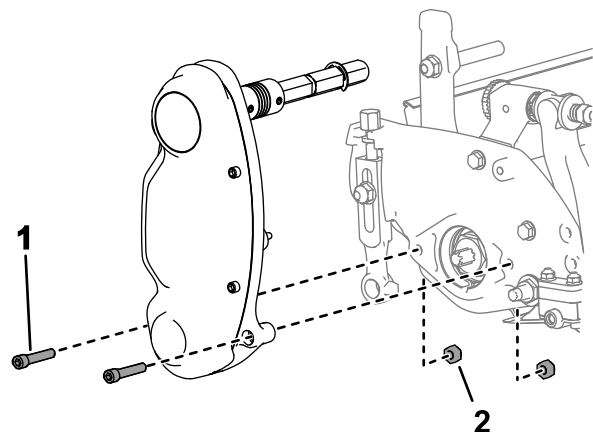

図 13
- リール駆動アセンブリをサイドプレートに固定している部品を外す 図 13。
- サイドプレートの内側からナットを外す 図 13。